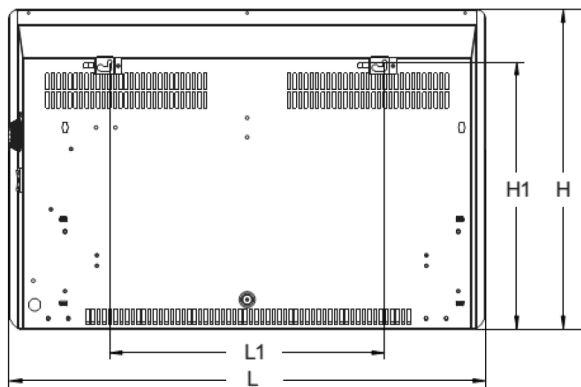

Рисунок 2
3. Определите место установки конвектора с соблюдением минимальных расстояний от предметов и пола в соответствии с рис. 2 и рис. 3.